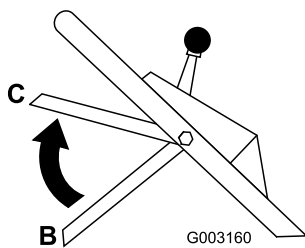

Figura 18
3. Alzate la barra di comando della lama in posizione centrale 13 cm sotto la barra trasversale della maniglia (posizione C nella Figura 18).
4. Rilasciate la barra di comando della lama (posizione B nella Figura 18).